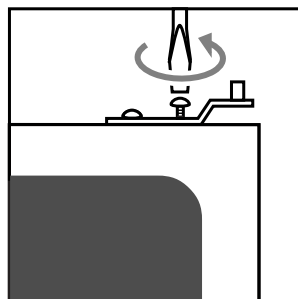

fig. 7b
- Verwijder het scharnier dat nu aan de bovenzijde zit (zie fig. 7b). Let op: het ringetje hoort bij het onderste scharnier.